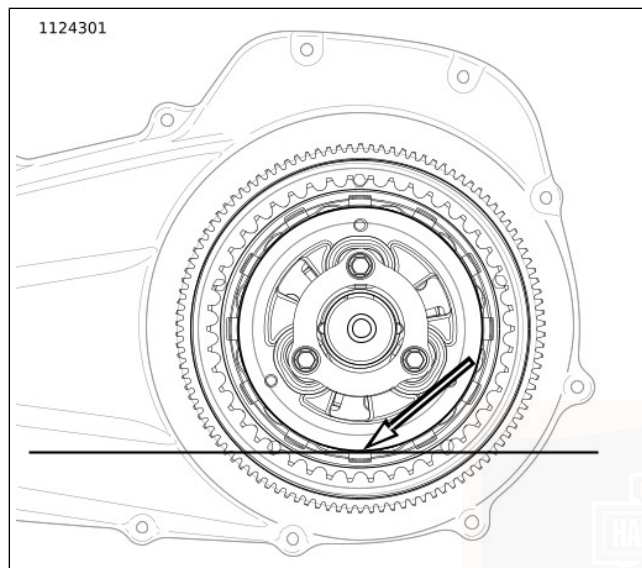

Abbildung 70. Primärer Schmiermittelstand
- b. Siehe Abbildung 70 . Der korrekte Füllstand liegt ca. an der Unterseite des Außendurchmessers der Druckplatte.